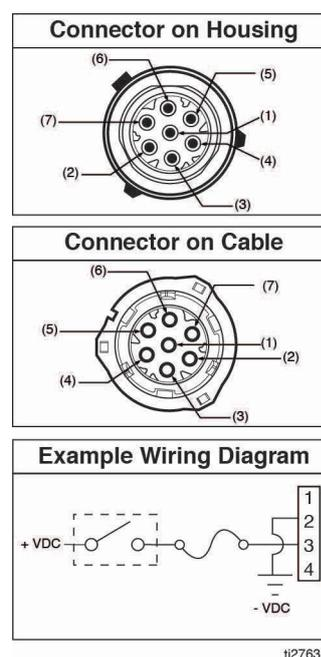

FIG. 4
- Consultez le schéma de la broche de la FIG. 4 pour visualiser son emplacement correct dans le connecteur.
Broches et couleur des câbles connexes (FIG. 4)